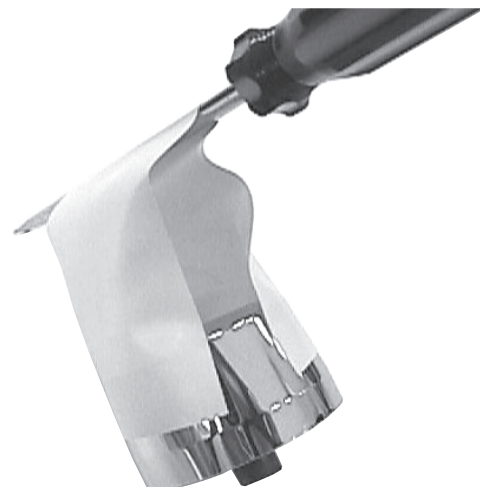
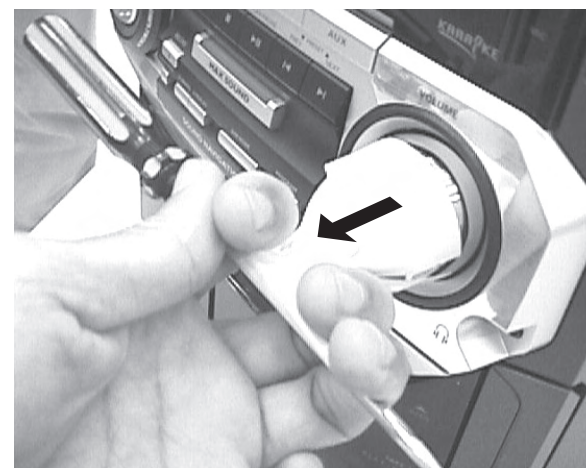

Figura 3
Figura 4
- 2) Coloque uma pequena chave de fenda entre a fita e o botão (figura 3) para usar como alavanca e retirar o botão como mostra a figura 4.
- 3) Faça o mesmo para o botão Jog Rotary (pos 138). Você deve girar o botão para ter a área mais exposta durante a aplicação da fita adesiva.